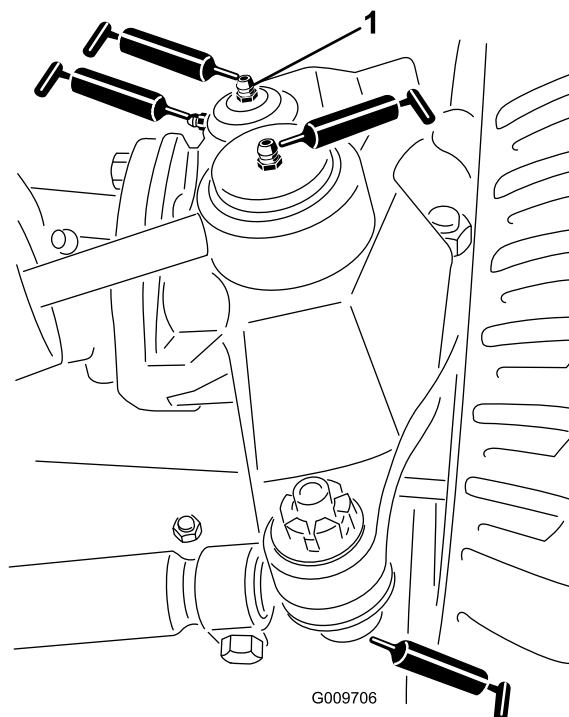

Рисунок 69
- Шаровые опоры гидроцилиндра рулевого управления (2 шт.) (Рисунок 69)
- Шаровые опоры стяжной тяги (2 шт.) (Рисунок 69)
- Втулки поворотных шкворней (2 шт.) (Рисунок 69). Верхнюю масленку на поворотном шкворне следует смазывать только раз в год (2 хода насоса).